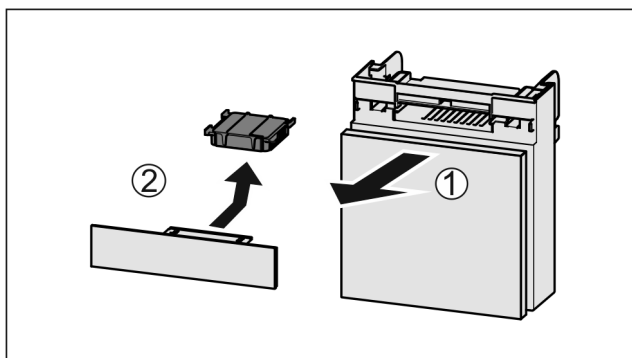

Fig. 164
- ▶ Wyciągnąć Fig. 164 (1) komorę do przodu.
- ▶ Wyjąć Fig. 164 (2) filtr z węglem aktywowanym.